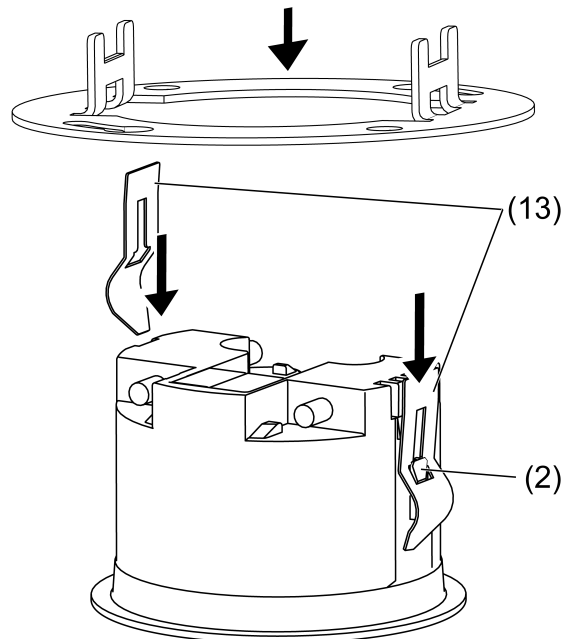

Figure 9
- Pousser les pinces de serrage (13) sur les guidages (2) par l'arrière dans la bonne position, jusqu'à ce qu'ils s'encliquètent (Figure 9).